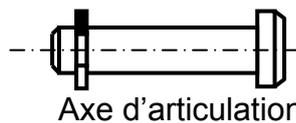

Figure.4
4.2- La liaison pivot de la pièce 2 et le piston 10 en utilisant l'axe d'articulation **Figure.4**. ( /1,5 pts)